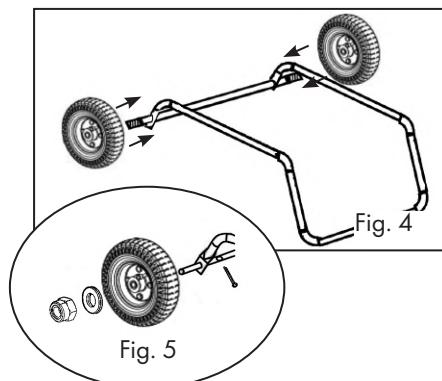
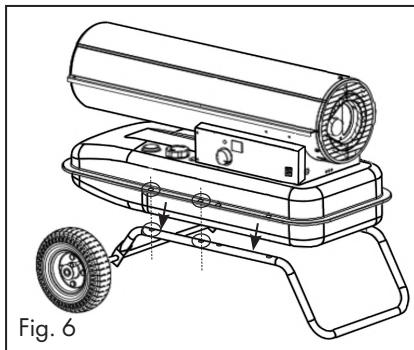

Fig. 4
Fig. 5
- Skjut in vardera ett hjul (4) till vänster och höger på hjulaxeln (2), Fig. 4
- Sätt sedan en bricka (C) på varje hjulaxel med hjulet.
- Skruva fast hjulet och brickan på hjulaxeln med fästmuttern (C).
- Fäst den nedre ofärdiga ramen från insidan till vänster och höger med en klämma (E) vardera, Fig. 5
De två rökgasprodukterna leds ut i det fria via en skorsten, se bild 4.